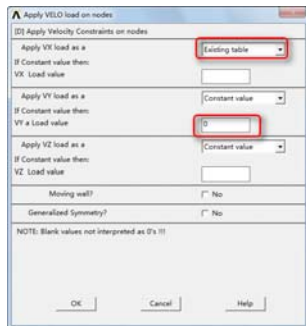
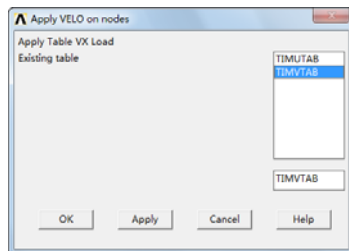
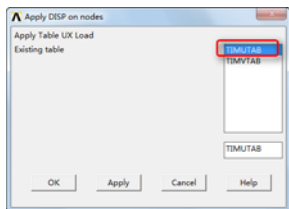

图 9-67 “Apply VELO load on Nodes”对话框
图 9-68 “Apply VELO on nodes”对话框
图 9-71 “Apply DISP on nodes”对话框
⑤依次选择 Main Menu→Preprocessor→Loads→Define Loads→Apply→Fluid/CFD→Velocity→On Nodes，会弹出“Apply V on Nodes”对话框。单击“Pick All”按钮，会弹出“Apply VELO load on Nodes”对话框，如图 9-67 所示。
⑥“Apply VELO load on Nodes”对话框中，在“Apply VX load as a”的选择列表中选择“Existing table”，在“VY a Load value”输入框输入 0，其余采用默认设置。
⑦单击“OK”按钮，会弹出“Apply VELO on nodes”对话框，如图 9-68 所示，选择列表中的“TIMUTAB”，单击“OK”按钮关闭该对话框。
⑩“Apply DISP load on nodes”对话框中，在“Apply UX load as a”的选择列表中选择“Existing table”，在“UY a Load value”输入框输入 0，其余采用默认设置。
⑪单击“OK”按钮，会弹出“Apply DISP on nodes”对话框，如图 9-71 所示，选择列表中的“TIMUTAB”，单击“OK”按钮关闭该对话框。
⑭依次选择 Main Menu→Preprocessor→Loads→Define Loads→Apply→Fluid/CFD→Velocity→On Nodes，会弹出“Apply V on Nodes”对话框。单击“Pick All”按钮，会弹出“Apply VELO load on Nodes”对话框，如图 9-67 所示。
⑮“Apply VELO load on Nodes”对话框中，在“VX Load value”输入框中输入 0，
⑰依次选择 Main Menu→Preprocessor→Loads→Define Loads→Apply→Fluid/CFD→Velocity→On Nodes，会弹出“Apply V on Nodes”对话框。单击“Pick All”按钮，会弹出“Apply VELO load on Nodes”对话框，如图 9-68 所示。
⑱“Apply VELO load on Nodes”对话框中，在“VX Load value”输入框中输入 0，在“VY a Load value”输入框中输入 0，其余采用默认设置，单击“OK”按钮关闭该对话框。
⑲依次选择 Main Menu→Preprocessor→Loads→Define Loads→Apply→Fluid/CFD→Displacement→On Nodes，会弹出“Apply U on Nodes”对话框，单击“Pick All”按钮，会弹出“Apply DISP load on nodes”对话框，如图 9-71 所示。